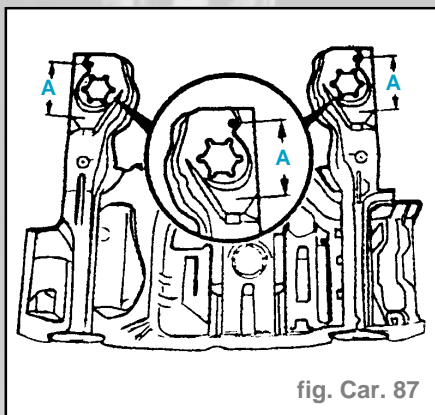

fig. Car. 87
- Mettre à nu et scier/dépointer à droite la jonction avec soutien de longeron (3)
- Dresser et meuler les zones d'accostage (fig. Car. 87).